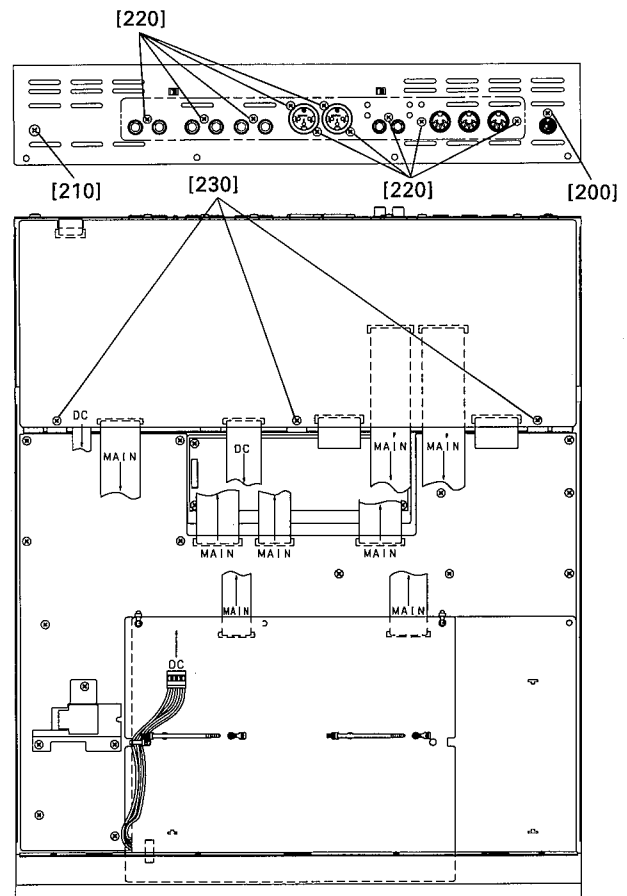

Fig. 9 (図9)
- 5-2 Remove the three (3) screws marked [230], the screw marked [200], the screw marked [210] and ten (10) screws marked [220]. The ADA circuit board can then be removed. (Fig. 9)
- 5-2 ADA シートの[230]のネジ 3本、リアパネルの[200]のネジ1本、[210]のネジ1本、[220]のネジ 10本を外し、ADA シートを持ち上げ、コネクタ CN002、CN003、CN007を外し、ADA シートを外します。(図9)